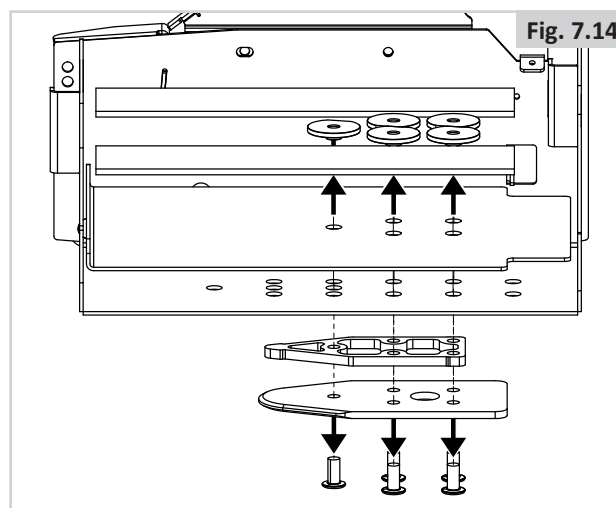

Fig. 7.14
5. Retirez les vis ainsi que la ou les entretoises et la plaque de verrouillage (Fig. 7.14).